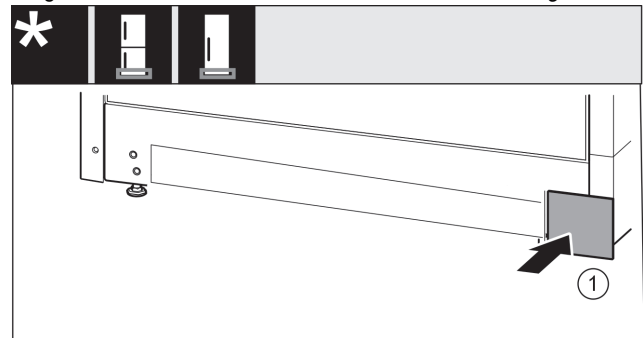

Fig. 19
- ▶ Remettre en place le cache de l'autre côté. *Fig. 19 (1)*